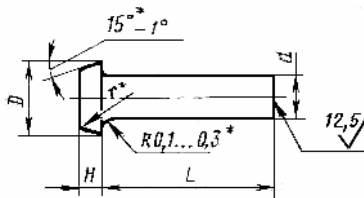

Рис. 4.5.
- ▼ заклепка с плоской головкой по ГОСТ 14801-85 (рис. 4.5).